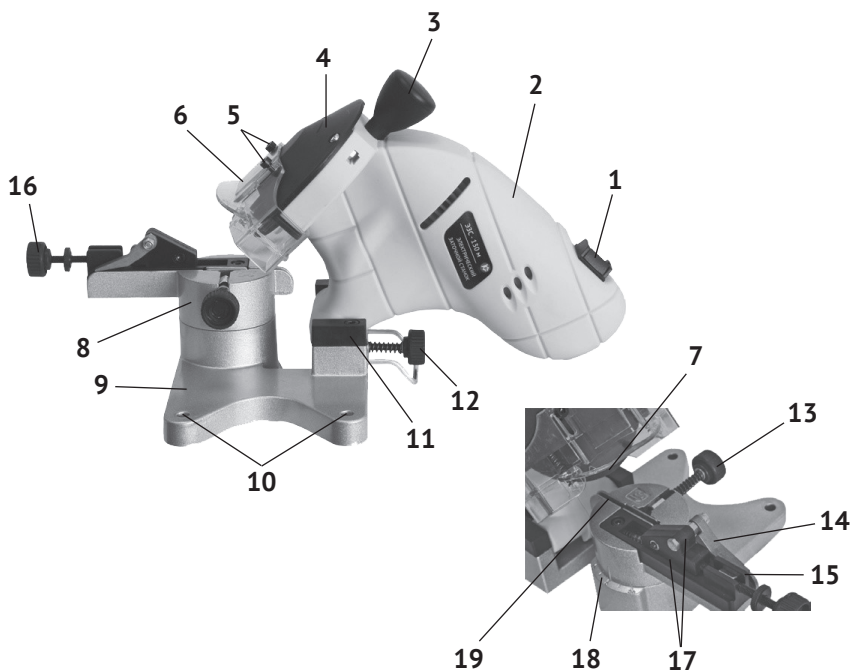

рис.1
Общий вид станка представлен на рис. 1.
Механизм станка (коллекторный двигатель, ремённый привод, шпиндель с закреплённым на нём абразивным заточным кругом и поворотная ось) расположен в пластиковом корпусе (рис.1 поз.2). Металлическое основание (рис.1 поз.9) служит опорой для корпуса, который крепится к поворотной оси, расположенной под прижимами (рис.1 поз.11). На цилиндрическую часть основания с проградуированной шкалой (рис.1 поз.18) от 0 до 35° (в обе стороны), крепится рабочий стол (рис.1 поз.8). На рабочем столе крепятся звенья затачиваемой цепи. В основании имеются монтажные отверстия (рис.1 поз.10) для крепления станка на рабочем столе (верстаке).
На корпус двигателя крепится рукоятка (рис.1 поз.3), для удобства управления абразивным кругом. Для защиты оператора станок оснащён защитными устройствами:
- кожух (рис.1 поз.4), закрывающий более 60% абразивного круга. На кожухе стрелкой указано направление вращения круга;
- к кожуху 2-я винтами (рис.1 поз.5) крепится прозрачный пластиковый экран (рис.1 поз.6). Экран, при необходимости, можно перемещать (выше/ниже) в плоскости, перпендикулярной оси вращения круга.
Клавиша выключателя (рис.1 поз.1) имеет два фиксированных положения «I» - включено и «O» - выключено.